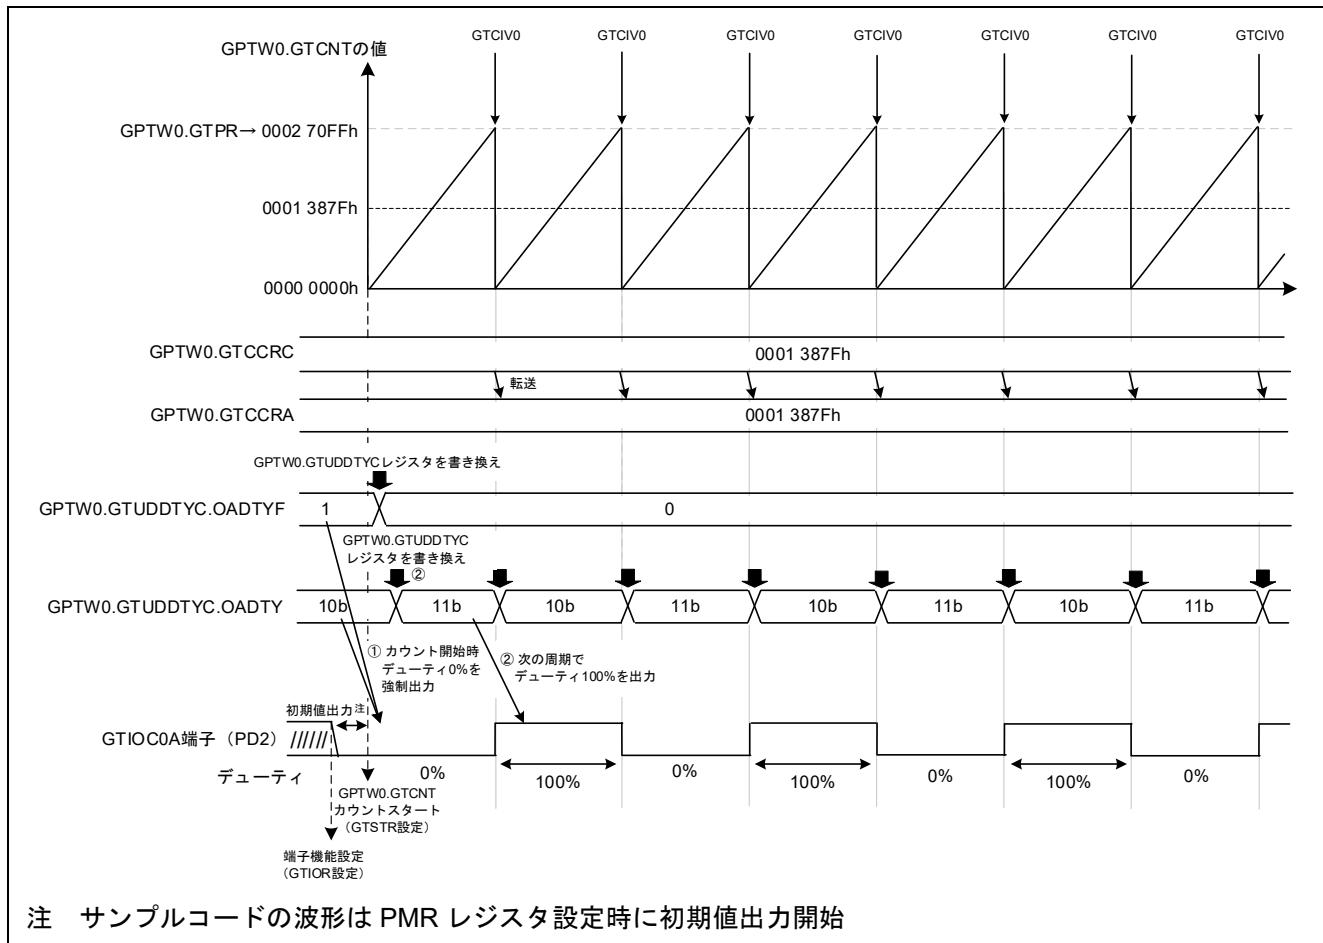

図 4-97 サンプルコードの動作
- デューティの変更タイミングの詳細は図 4-97 を参照
本サンプルコードの動作を図 4-97 に示します。GTCNT カウンタのオーバフロー割り込み (GTCIV0) で、GTUDDTYC レジスタの値を書き換えることで、デューティ 0% とデューティ 100% を切り替えます。